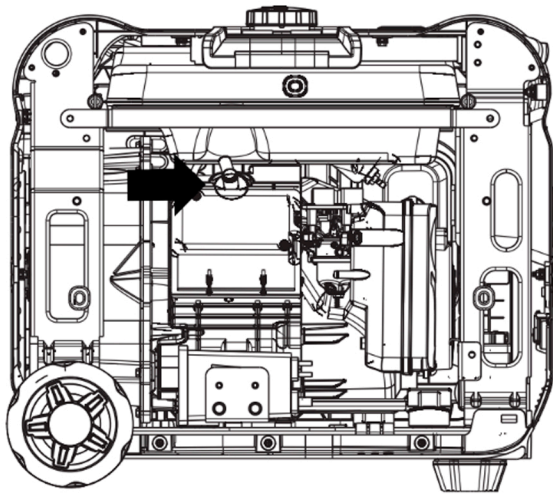

Рисунок15: Зніміть захисну кришку свічки
- 3.Зніміть захисну кришку свічки (див. Рисунок15).